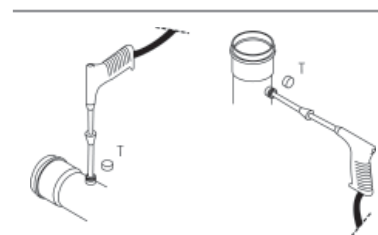

Fig. 5.d
1. den Verschluss T vom Stutzen des Rauchabzuges abnehmen (siehe Abb. 5.d);